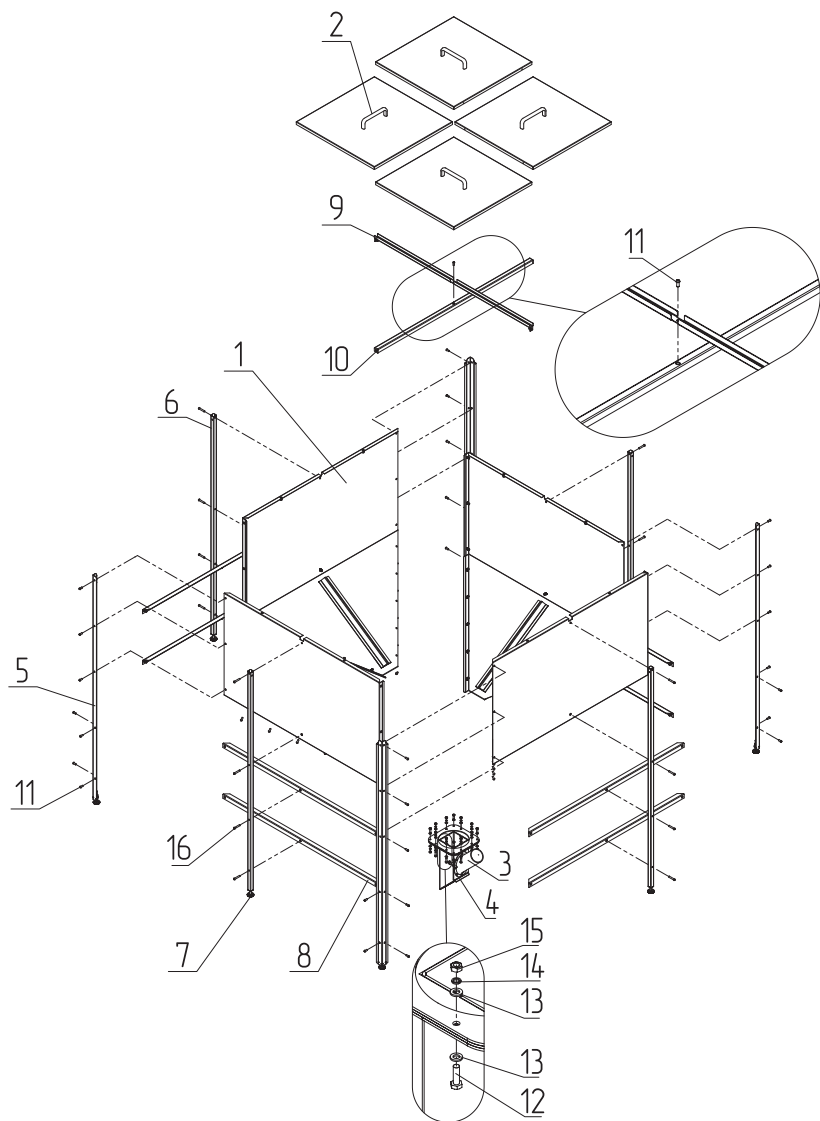

Рис.10 Порядок сборки топливного бункера 800 л.
- Скрепите четыре стенки бункера (**Рис.10, поз.1**) и ножки бункера (**Рис.10, поз.5, поз.6**) друг с другом с помощью винтов (**Рис.10, поз.11**);
- Прикрутите приемную горловину (**Рис.10, поз.3**) к бункеру в следующей последовательности:
1. Болт (**Рис.10, поз.12**);
2. Шайба (**Рис.10, поз.13**);
4. Шайба (**Рис.10, поз.13**);
5. Пружинная шайба (**Рис.10, поз.14**);
6. Гайка (**Рис.10, поз.15**);
- Скрепите ножки бункера поперечными перекладинами (**Рис.10, поз.8**) и винтами (**Рис.10, поз.16**).
- Вкрутите регулировочные болты ножек (**Рис.10, поз.7**) и переверните топливный бункер, установив его на ножки;
- Установите связующие планки (**Рис.10, поз.10, поз.9**), скрепив винтом (**Рис.10, поз.11**);
Обратите внимание на расположение связующей планки на рисунке (**Рис.10, поз.9**).
- Отрегулируйте длину каждой ножки с помощью регулировочных болтов (**Рис.10, поз.7**), чтобы бункер устойчиво стоял на поверхности в месте его установки;
- Установите заслонку очистки бункера (**Рис.10, поз.4**) и крышку бункера (**Рис.10, поз.2**) на место.